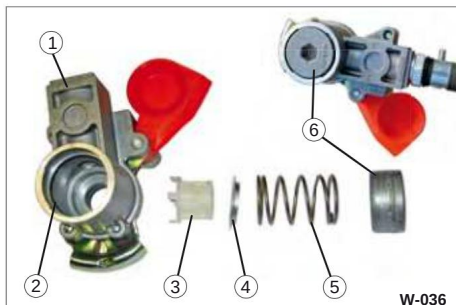

Fig. 36 Koblingshoved adskilt
• Tryk dækslet (fig. 36/6) ind i huset (fig. 36/1) med en indvendig sekskant, indtil det stopper. Drej indvendig sekskanten 90°.
• Fjern fjederen (fig. 36/5), metallringen (fig. 36/4) og filteret (fig. 36/3) fra huset.
• Kontroller tætningen (fig. 36/2)